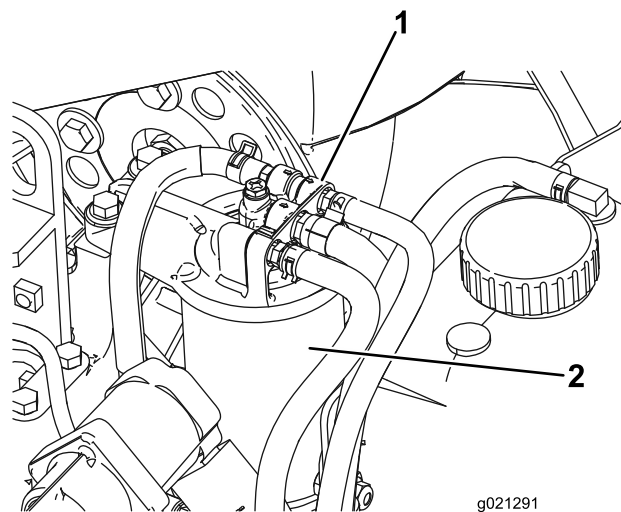

图 95
2. 清理燃油滤清器头附近的区域 图 95。
3. 拆下滤清器并清洁滤清器头安装面 图 95。